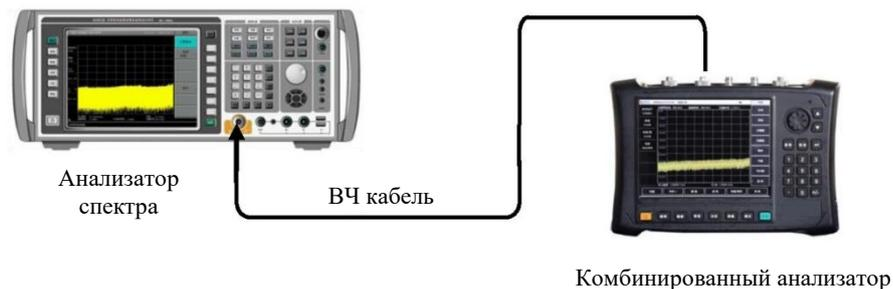

Рис. 4-13 Блок-схема теста частотного диапазона и точности частоты
- 3) Подключите прибор, как показано на рис. 4-13; подключите Порт 1 (радиочастотный выход источника) к радиочастотному входному порту анализатора спектра, задайте опорный уровень анализатора спектра 10 дБм, и обеспечьте возможность измерения частоты;